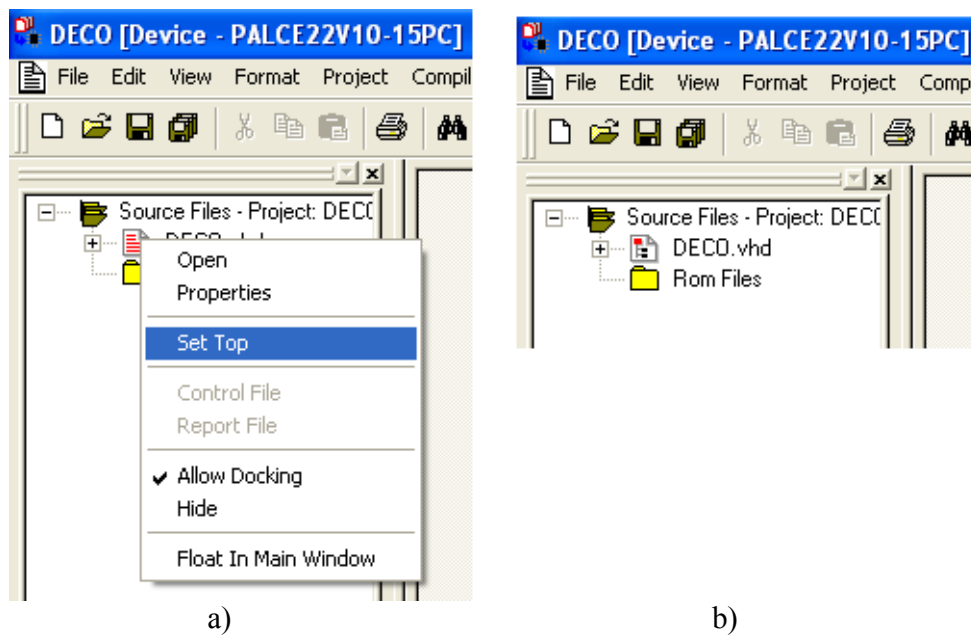

Figura 3.
5. Se puede observar en la figura 3, que la ventana izquierda cambia. Esto es debido al hecho de que ya es un proyecto. Se da clic con el botón derecho del ratón y se selecciona **Set Top**, todo esto es sobre el icono del archivo creado **deco.vhd**. Además se puede observar, en la figura 3b, que también cambia dicho icono.